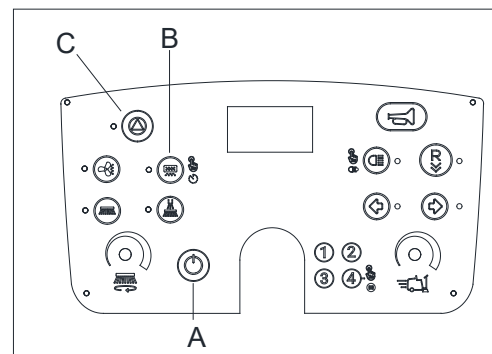

Figura 14
1. Pressione o botão Iniciar (C, Figura 14) para desativar todas as funções do motor de limpeza (ventoinha, escova lateral/escova principal) e a escova lateral e a escova principal serão levantadas.
2. Pressione o botão do agitador do filtro (B, Figura 14) para ativar a função de agitação da poeira e limpar o filtro.
4. Pressione o botão de energia (A, Figura 14) para desligar a energia.